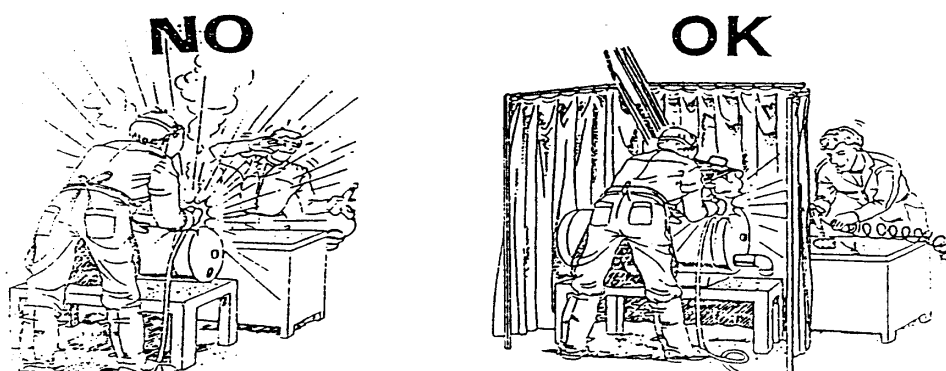

FIG.3
- L'operazione di saldatura deve essere eseguita in un ambiente isolato rispetto alle altre zone di lavoro, così da proteggere gli operatori contro radiazioni e fumi. Se ciò non è possibile, l'area di saldatura deve essere delimitata con pannelli di protezione color nero larghi abbastanza da restringere il campo visivo delle persone nelle vicinanze della zona (Fig.3).